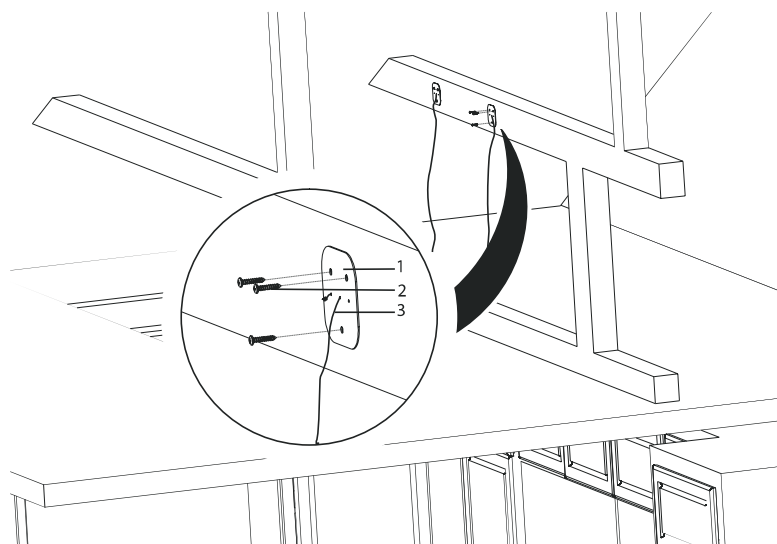

Fig. 19
4. ➡ Montér nu de 4 ophængningsplader, som stålwirerne sidder fast i, på et spær eller en lægte på loftet. Ophængningspladerne må vende på alle led (bemærk spærret eller lægten skal kunne bære emhætten under montering. Ophængningspladerne skal hver fastgøres med 3x 3,9x22 skruer (Fig. 19).